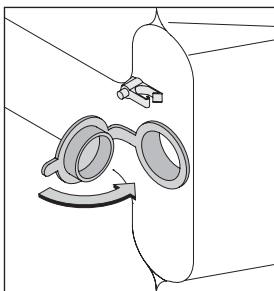

Bild 3
- die Öffnungen mit den dafür vorgesehenen Kunststoffkappen verschliessen (Bild 3)